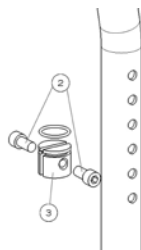

Fig. 23
- Dévissez et retirez les vis (2). (Fig. 23).
- Insérez le tube de l'appui-bras, glissez l'écrou d'ajustement à l'aide d'un tournevis long jusqu'à la hauteur désirée (3).
- Replacer les vis (2);